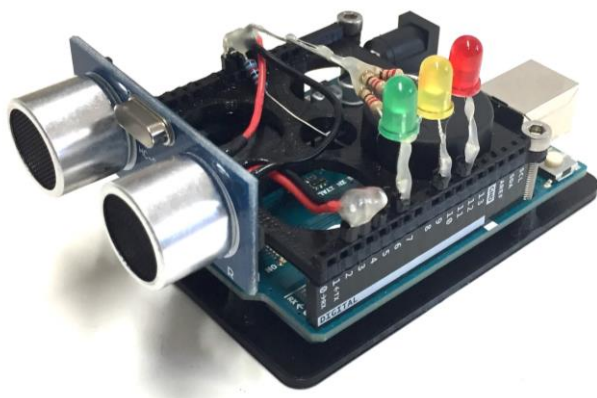

Abbildung 1: Arduino mit Ultraschallsensor
In diesem Projekt (Abb.1) wird ein Ultraschallsensor für eine Abstandsmessung verwendet. Der verwendete Sensor **HC-SR04** nutzt das Echo-Laufzeitverfahren. Er sendet Impulse mit einer Frequenz von 40kHz aus und bestätigt ihre Reflexion. Aus der Zeitdauer zwischen Senden und Empfangen des Signals kann bei bekannter Geschwindigkeit  $v$  ( $= c_{Luft}$  = Schallgeschwindigkeit) die von dem Signal zurückgelegte Strecke  $s$  bestimmt werden ( $s = v \cdot t$ ).
- Arduino UNO mit Ultraschall-Shield (Abb.1)